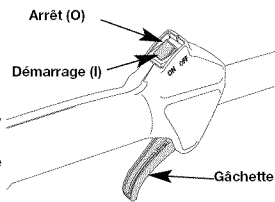

Fig. 5
REMARQUE : Il n'est pas nécessaire de faire démarrer la machine. La commande On/Off (Arrêt/Marche) est en position ON (I) en permanence (Fig. 5).
- Appuyez sur la commande Marche/Arrêt Stop et maintenez-la en position ARRÊT (O) jusqu'à ce que le moteur s'arrête complètement (Fig. 5).